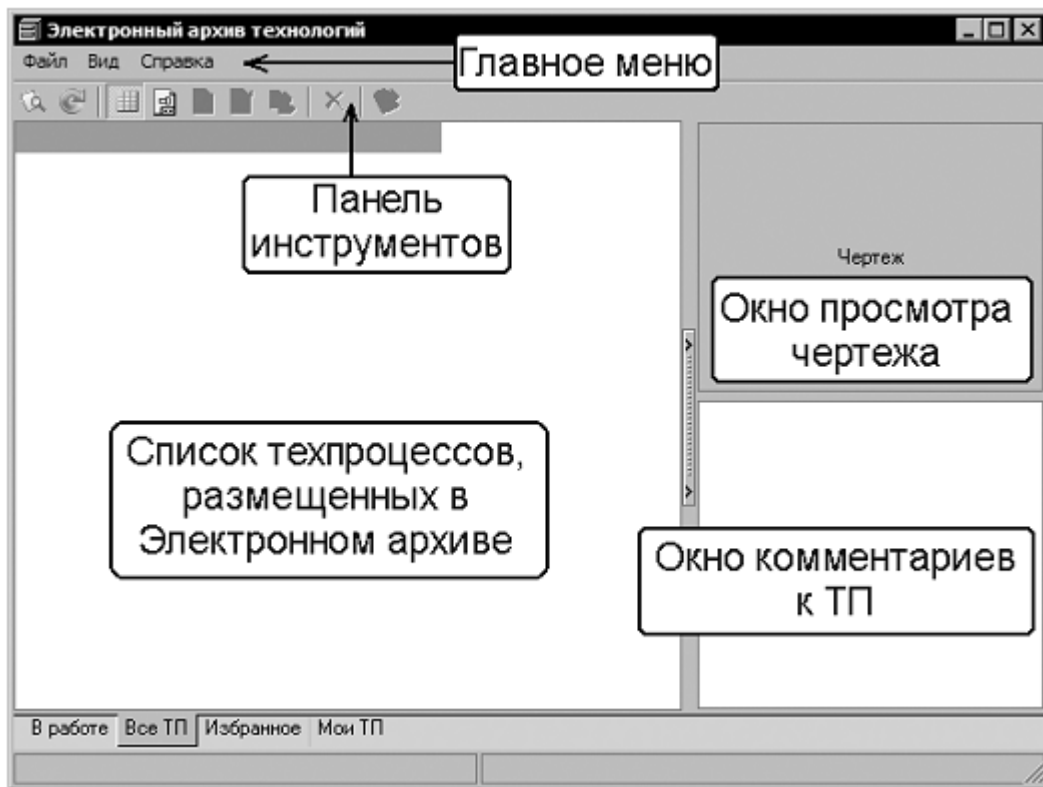

Рисунок 11
42. Сформированный комплект документов (рис. 8, рис. 9, рис. 10, рис. 11) следует сохранить под именем **АБВ.000.001.Комплект документов.vpr**. Для этого нажмите кнопку **Сохранить** на главной панели, укажите нужную папку и нажмите кнопку **Сохранить**. Полученный комплект можно вывести на печать (команда **Файл – Печать**) или отправить на согласование в электронном виде.
Приложение «Электронный архив» (рис. 11) предназначено для организации хранения техпроцессов, разработанных в САПР ТП «Вертикаль», а также для обеспечения совместного доступа пользователей к файлам технологических процессов.